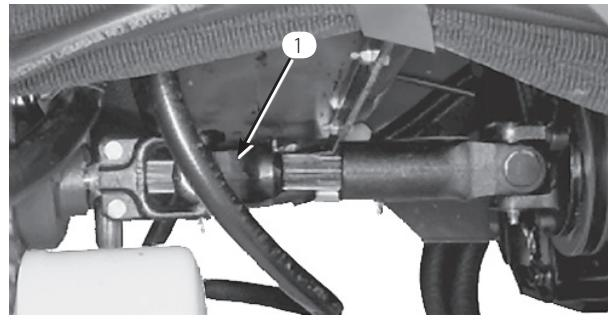

図 30
1. 駆動シャフトをエンジンの駆動カップラに固定しているキャップスクリュをゆるめて外す。駆動シャフトをトランミッショニに接続しているキャップスクリュを外す(図30)。駆動シャフトを取り外す
5. 牽引作業が終了したら、図 30 に示すように駆動シャフトを元通りに取り付ける。スプラインにより、正しい方向以外では接続できないようになっている。